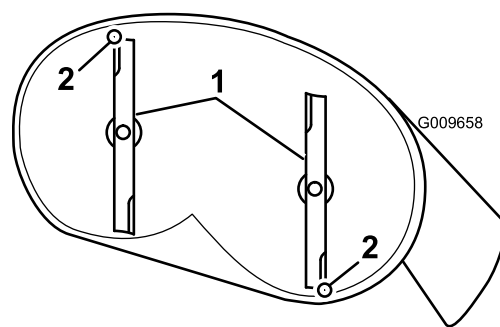
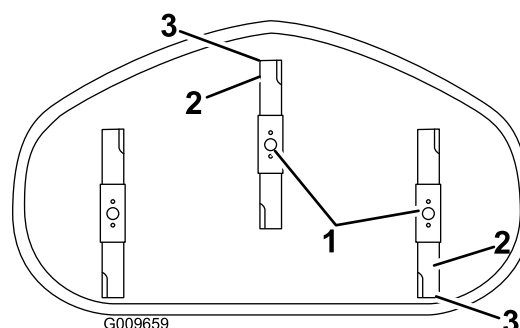

Bild 70
Bild 71
4. Drehen Sie die Messer vorsichtig, sodass sie in Längsrichtung zeigen (Bild 70 und Bild 71).
5. Messen Sie zwischen der Messerspitze vorne und hinten und der flachen Oberfläche (Bild 70 und Bild 71).
9. Überprüfen Sie nach dem Einstellen erneut die Neigung in Längsrichtung. Stellen Sie die Mutter ein, bis die vordere Messerspitze um 1,6 mm bis 7,9 mm tiefer liegt als die hintere Messerspitze (Bild 70 und Bild 71).